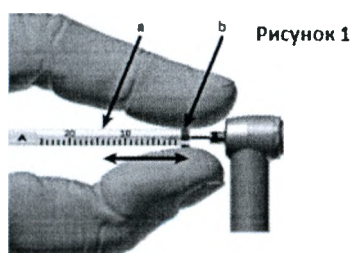

Рисунок 1
4. Закрепите рабочую длину канала, используя пластиковую трубку (a) для регулировки резинового ограничителя (b) (Рисунок 1).